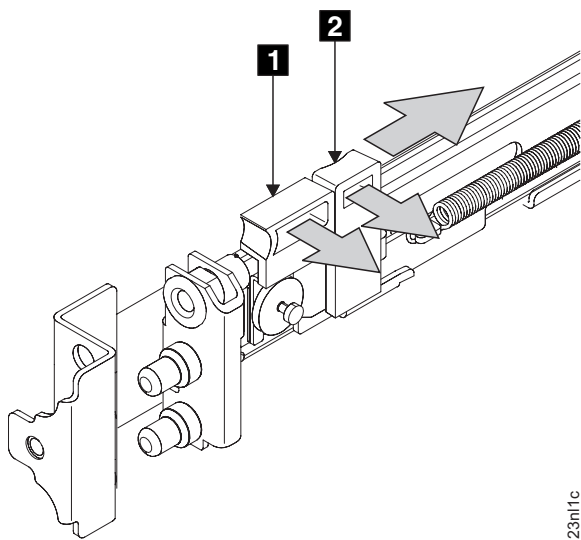

図 37. 前部ラッチ・ロック・キャリア・アセンブリーを開く
3. ラッチ・レバー **1** をレール (54 ページの図 37) の終端の方向に動かしながら、ラッチ・ロック **2** をレールから離れる方向に静かに押します。ラッチ・ロック・キャリア・アセンブリーが、ばねの強度でスライドします。